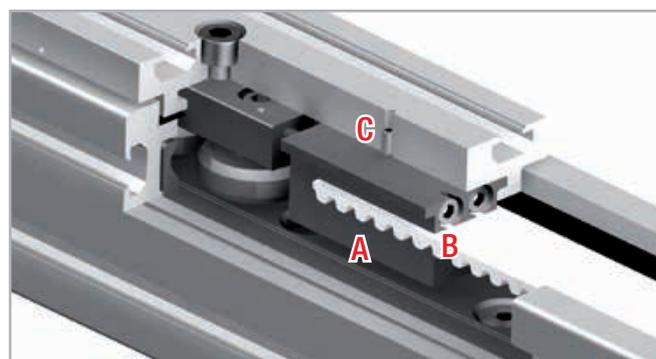

Fig. 51
1. Desparafusar os parafusos de segurança C (no topo da placa do cursor) do dispositivo de tensionamento da correia A (ver fig. 51).